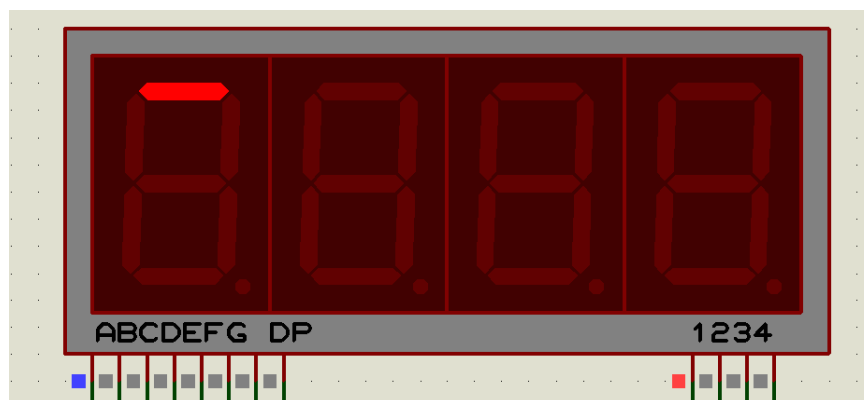

Рисунок 32 – Активация сегмента А
*Пример* – Для того чтобы возбудить сегмент А первого разряда индикатора, необходимо на порт PA0 подать логическую 1, а на порт PB0 – логический 0 (рисунок 32).